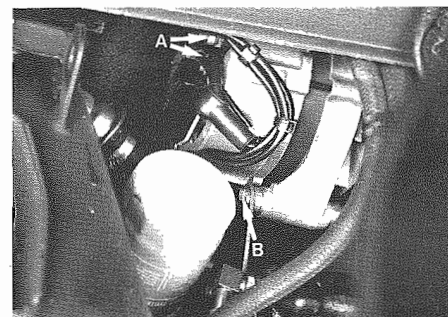

Fig. 22 - A - Cavi di alimentazione
- Staccare i cavi dall'alternatore (**Fig. 22**).
- Disconnect alternator cables (**Fig. 22**).